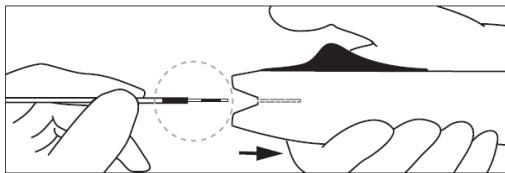

図 4
16. デタッチメントハンドルをゆっくりと慎重に引いてデリバリープッシュヤーから取り外す。黒色のアライメントゾーンが離れていることを確認した後(図 4)、X 線透視下でデリバリープッシュヤーをゆっくりと慎重に引き戻し、コイルが離脱されていることを確認する。